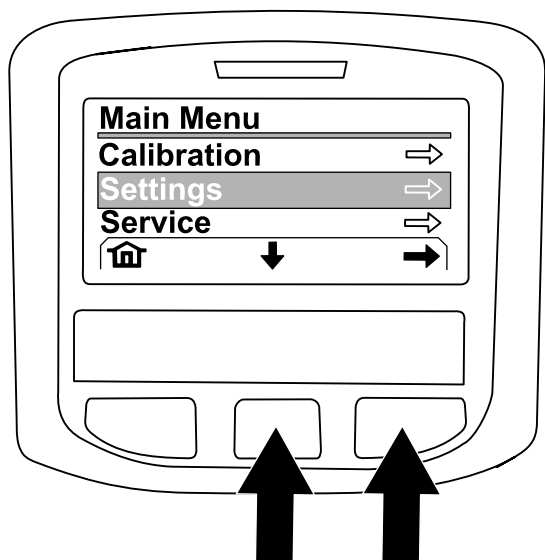

Figura 225
4. En la pantalla MAIN MENU, pulse el botón central para desplazarse a la opción SETTING, y pulse el botón derecho para seleccionar esa opción (Figura 225).